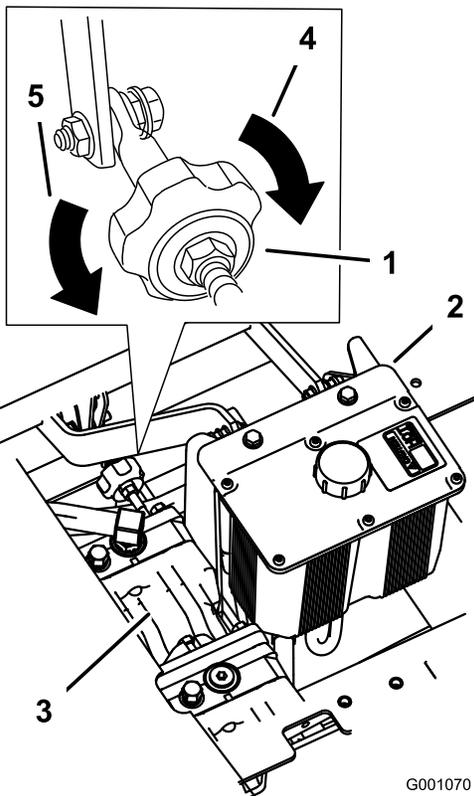

Figura 77
2. Ajuste la longitud de la varilla de la bomba girando el pomo, en el sentido apropiado, hasta que la rueda quede estacionaria o se mueva muy lentamente en marcha atrás (Figura 77).